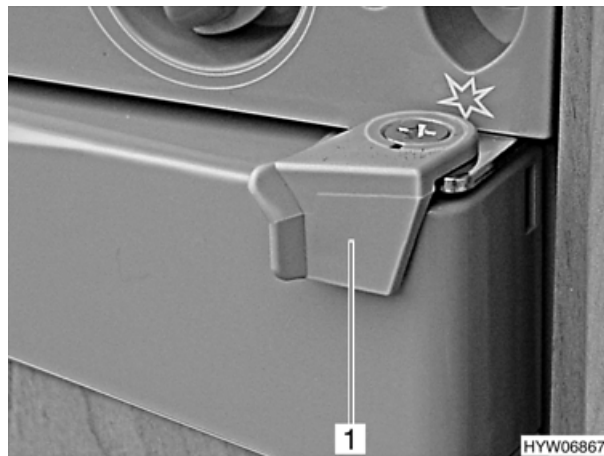

Fig. 53 Bloccaggio della porta del frigorifero, chiuso
- Girare il bloccaggio (Fig. 53,1) verso l'esterno.